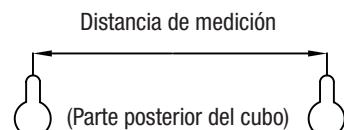

Figura 1
PASO 2: Dibuje una línea en la pared con un nivelador para determinar las ubicaciones de los orificios de los tornillos. Mida la distancia que se necesitará entre los tornillos para montar el Cubo de pared. Marque las posiciones de los tornillos en las ubicaciones que desea como se muestra en la **Figura 1**.